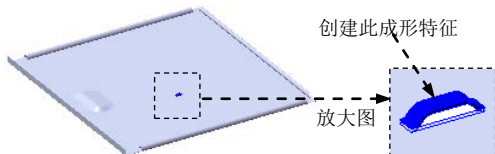
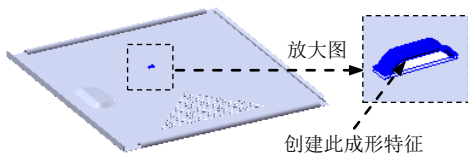

图 17.12.40 创建成形特征 2
图 17.12.45 创建成形特征 3
Step13. 创建图 17.12.40 所示的成形特征 2。
(1) 单击任务窗格中的“设计库”按钮 , 打开“设计库”对话框。
(2) 单击“设计库”对话框中的  ch17 节点，在设计库下部的列表框中选择“case_shaped_tool_10”文件并拖动到图 17.12.40 所示的平面，在系统弹出的“成形工具特征”对话框中单击  按钮。
(3) 定义阵列布局。在 **阵列布局(O)** 区域中选中“穿孔”按钮 ，在  (实例间距) 文本框中输入 12，在  (交错断续角度) 文本框中输入 45，在  (边距) 文本框中输入 0。
(4) 定义要阵列的特征。选中 **要阵列的特征(F)** 区域中  单选框，单击  后的区域，选取 Step13 创建的成形特征 2。
(5) 单击  按钮，完成填充阵列 1 的创建。
Step16. 创建图 17.12.45 所示的成形特征 3。
(1) 单击任务窗格中的“设计库”按钮 ，打开“设计库”对话框。